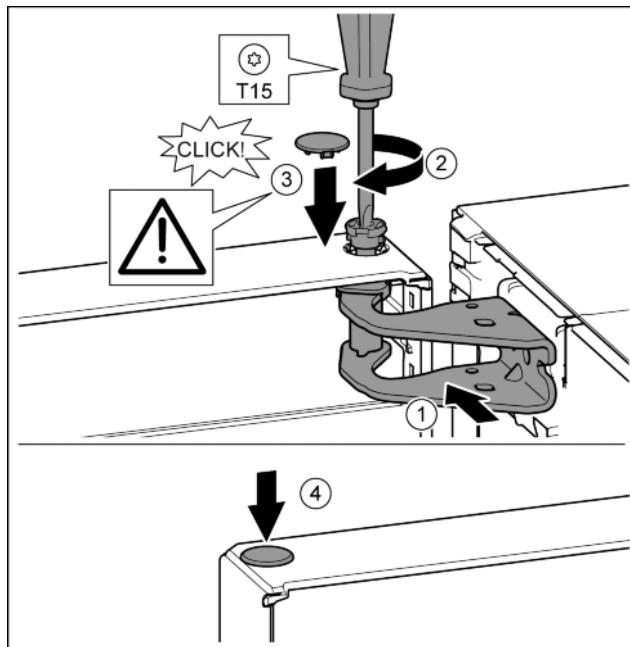

Fig. 21
- Вирівняйте дверцята зверху по отвору в опорному кронштейні. Fig. 21 (1)
- Вставте палець та закрутіть за допомогою викрутки T15. Fig. 21 (2)
- Встановіть захисну кришку для захисту дверцят: вставте захисну кришку і проkontрольуйте, щоб вона прилягала до дверцят. Якщо це не так, повністю вставте палець. Fig. 21 (3)
- Вставте пробку. Fig. 21 (4)